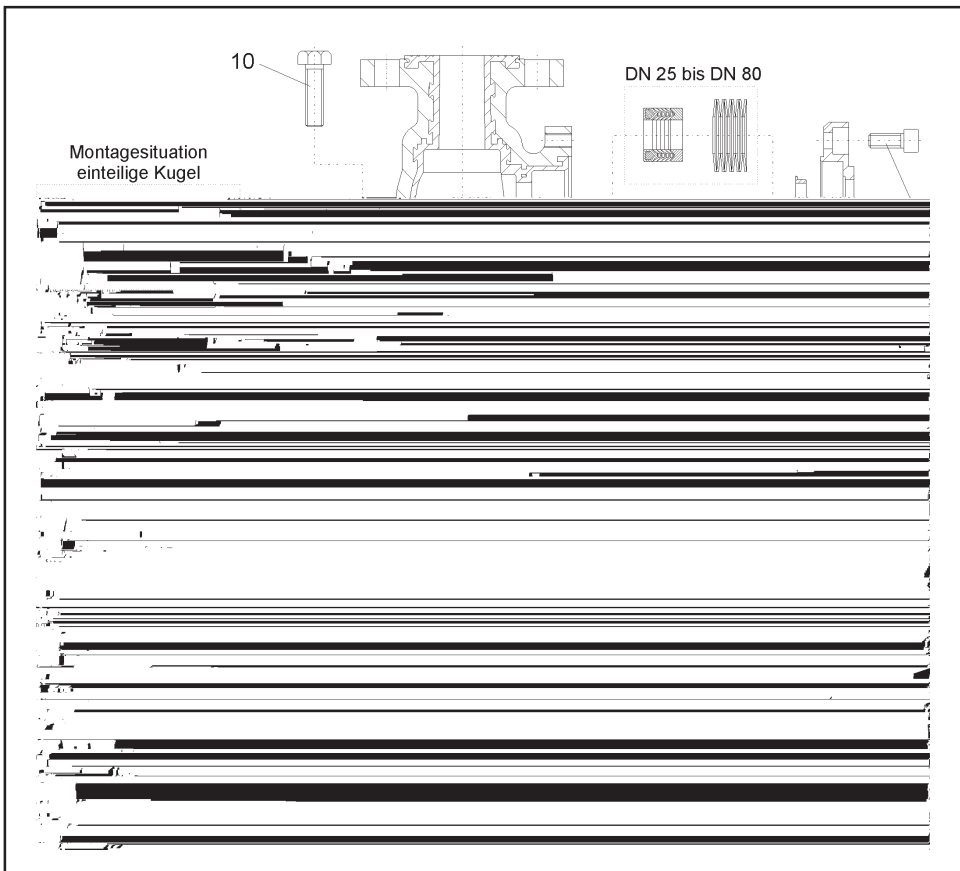

Bild 3 - Explosionszeichnung des Probenehmerhahns BR 271
Hinweis: Die in der Explosionszeichnung (Bild 3) dargestellte Lage und Anordnung der Einzelteile ist bei der Montage einzuhalten.
Auf die Dachmanschettenpackung wird der Tellerfedersatz (8) gelegt. Auch die Anordnung der Tellerfedern sind der Explosionszeichnung (Bild 3) zu entnehmen.